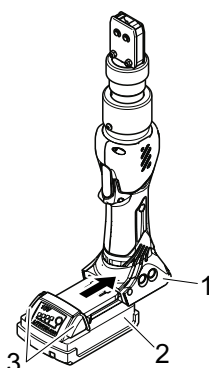

Fig. 11 : Insertion de la batterie
- Faites glisser la batterie (Fig. 11/2) dans la pince électrique CP 10 / CP 20 / CC 20 (Fig. 11/1) jusqu'à ce que le cran de sécurité se verrouille.
La batterie est insérée lorsque les boutons (Fig. 11/3) bougent et qu'un déclic est audible.